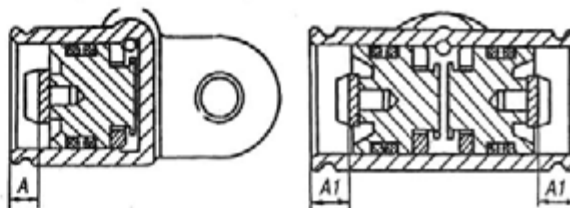

Рис. 246. Положение упорных колец в цилиндрах:
2. Проверить расположение прорези упорного кольца автоматической регулировки, которая должна быть в вертикальной плоскости со стороны клапана прокачки. Глубина установки упорного кольца в колесном цилиндре должна соответствовать указанной на рис. 246.